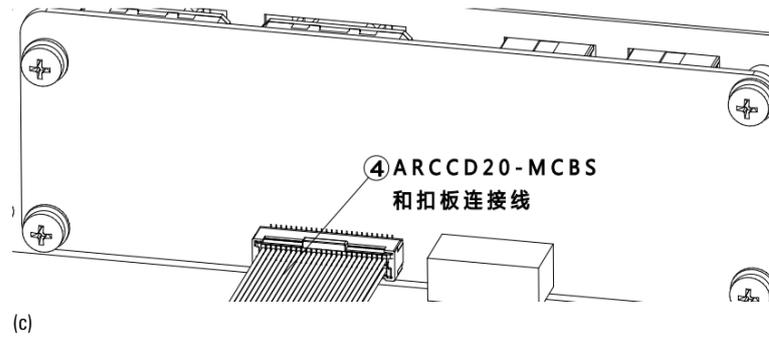

图 21-18 安装 ARCCD20-MCBS 和扣板连接线
步骤3. 将④ ARCCD20-MCBS 和扣板连接线一侧连接到如图 21-18(a)箭头的位置，另一侧连接到① MCBS-IEB 对应 J4 的连接器上。